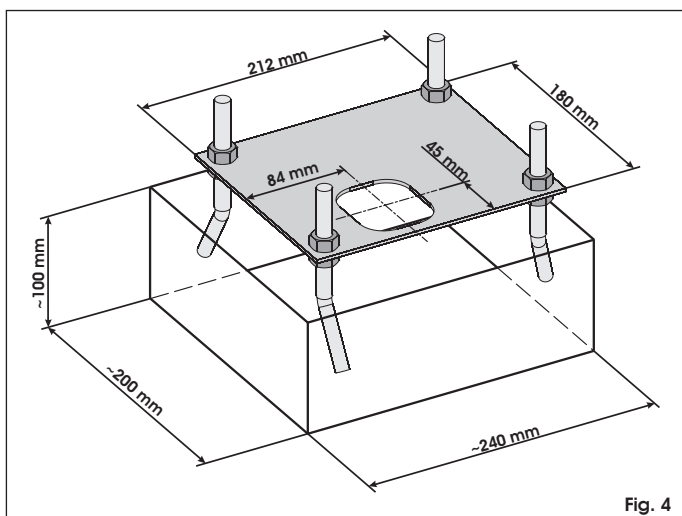
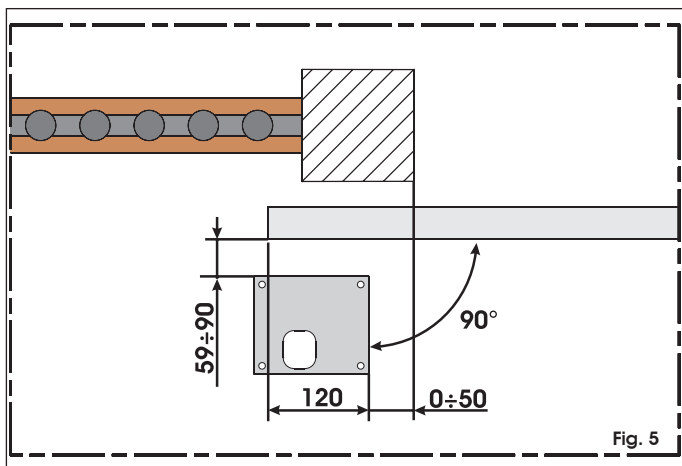
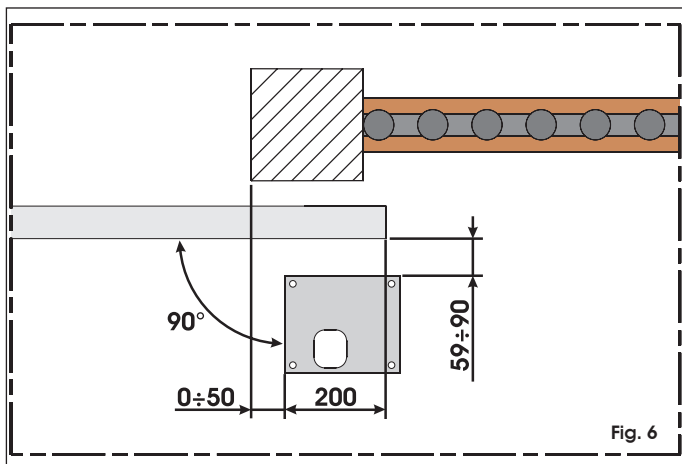

Fig. 4
Fig. 5
Fig. 6
2. Graaf een gat voor de basisplaat zoals aangeduid in fig. 4. De basisplaat moet worden geplaatst zoals aangeduid in fig. 5 (sluiting rechts) of fig. 6 (sluiting links) om ervoor te zorgen dat het rondsel en de tandheugel goed in elkaar grijpen.
2) De aandrijving wordt geleverd voor een installatie die, van binnenuit gezien, de poort sluit naar de rechterkant van de aandrijving (fig. 5) Als hij naar de linkerkant wordt gesloten, moeten de kabels die op de klemmen van de motor zijn aangesloten worden omgedraaid.